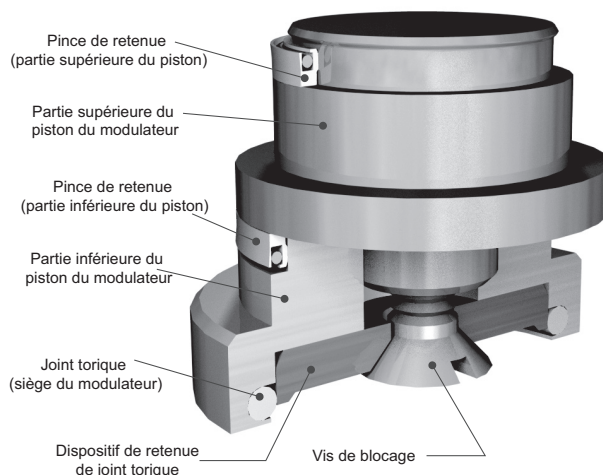

Figure 62 : Ensemble piston du modulateur
- L'ensemble piston du modulateur final est présenté dans la figure 62.